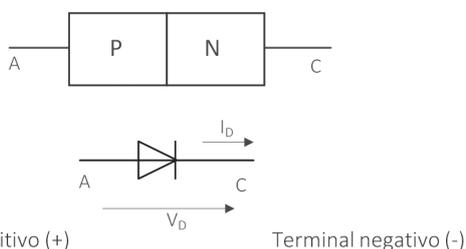

Figura 82. Símbolo de um díodo de junção e respetiva comparação com a junção PN.
O símbolo do díodo é apresentado na figura 82. O lado P designa-se por ânodo (A) e o lado N por cátodo (C). O símbolo do díodo assemelha-se a uma seta com a direção do lado P para o lado N, ou seja, do ânodo para o cátodo. Esta seta indica o sentido convencional da corrente elétrica quando o díodo está polarizado diretamente.